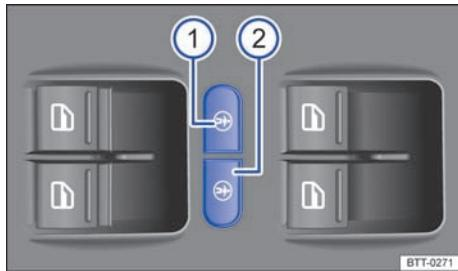

图 37 在驾驶员侧车门饰板内：电动儿童安全锁按钮
左侧按钮 → 图 37 ① 或右侧按钮 ② 可接通左后或右后儿童安全锁。
打开：	按压左侧按钮或右侧按钮 ⇒ 图 37。